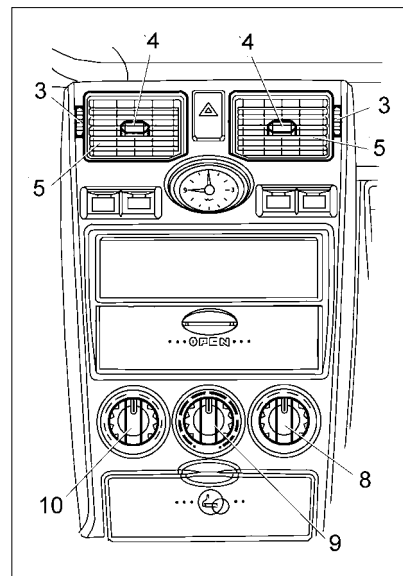

Рис. 40. Переключатели обогрева
8 – правый поворотный переключатель (рис. 40):
– регуляторами управления заслонками сопел 3 и ручками регулировки направления воздушного потока 4 (рис. 40) направить воздух в салон.
Для включения кондиционирования необходимо нажать на клавишу 6 (рис. 40а), при этом загорается контрольный индикатор, встроенный в клавишу переключателя.
- 1 – центральные сопла вентиляции (рис. 40а);
Рис. 40а. Органы управления
Направление потока воздуха регулируется ручками 3 (рис. 40а) направляющих лопаток центральных сопел путем изменения положения заслонок вверх или вниз, а регуляторами 2 управления заслонками сопел поток воздуха открывается или переключается полностью.
В зависимости от положения температурного переключателя 9 (рис. 40а) через сопла вентиляции обеспечивается поступление в салон холодного или подогретого воздуха. Для увеличения притока свежего воздуха рекомендуется включить электровентилятор отопителя рукояткой 5 управления скоростью потока воздуха и установить рукоятку 7 управления направлением потока воздуха в положение  – «вентиляция салона».